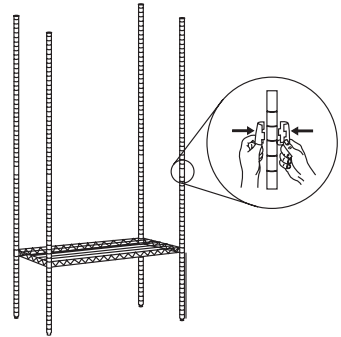

fig. 4
6. Plaats de volgende plank op de gewenste hoogte door de groeven op de paal te tellen. Bevestig een palmof en herhaal deze procedure bij alle palen [fig. 4].